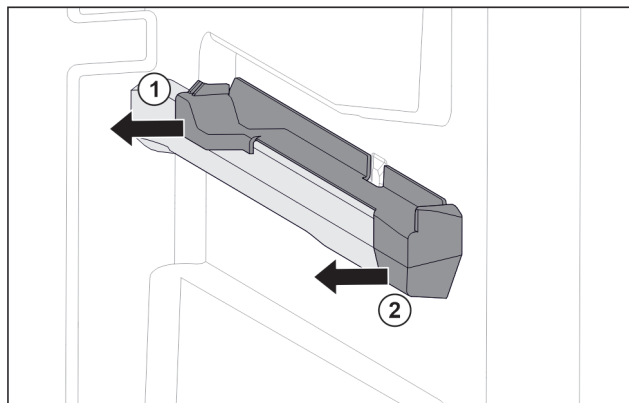

Fig. 131 Aufsteckteil auf der rechten Behälterrippe
- Aufsteckteil hinten zur Seite abziehen. Fig. 131 (1)
- Aufsteckteil vorne zur Seite abziehen. Fig. 131 (2)